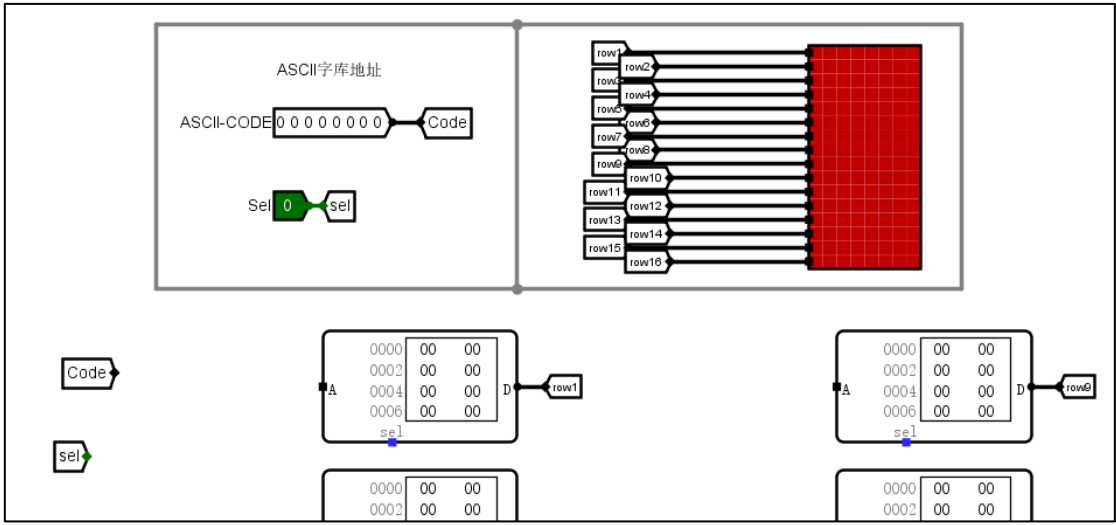

图 5.6 ROM 读写实验布局图
2) ASCII 码显示实验。点阵字库文件按照 ASCII 码可显示字符顺序排列，从空格 SP 开始，到 DEL 结束共 96 个字符，每个字符使用 8 列 16 行的点阵表示字形。输入某个 ASCII 码的编码，在 LED 点阵组件上显示该字符形状。要求定义字长为 8 位 ROM，地址宽度为 16 位，片选信号 (Sel Active On) 为高电平有效，加载 ASCII 码可见字符 8*16 点阵字库文件 `ascii8-16.zk`。在 Logisim 中导航区中添加“ASCII 码显示实验”的子电路，双击该子电路，在工作区中按图 5.6 所示的组件布局图放置输入输出引脚、ROM、隧道等组件。设计电路原理图，连接组件，加载 ASCII 码字库文件。输入不同的 ASCII 编码，观察 LED 点阵显示字符形